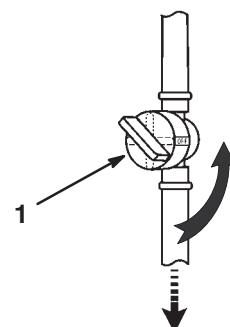

Bild 32
6. Schließen Sie den Kraftstoffhahn (Bild 32).